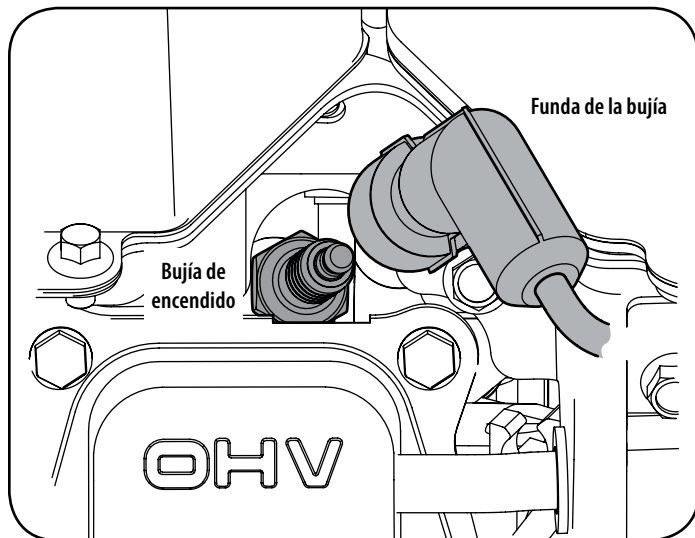

Figura 44
1. Retire la funda de la bujía y utilice una llave para bujías para extraerla. Vea la Figura 44.